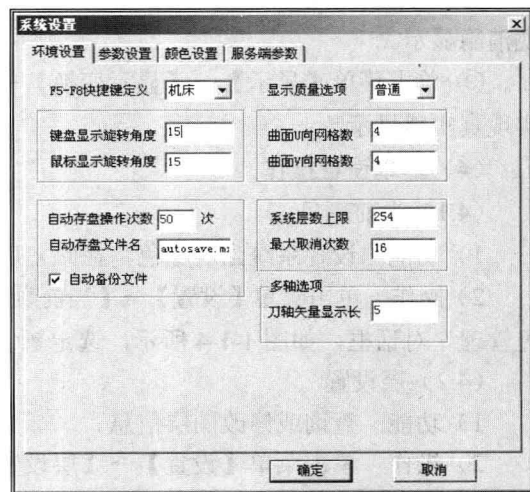

图 1-1-7 “系统设置”对话框
2) 操作 单击菜单【设置】→【系统设置】命令,系统弹出“系统设置”对话框,如图 1-1-7 所示。单击对话框页框可对系统环境、参数、颜色及服务器参数进行设置。